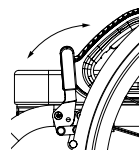

Fig. 3
- Pour les engager, poussez la poignée (fig. 3) vers l'avant du fauteuil roulant (pour les blocages par poussée) ou vers l'arrière (pour les blocages par traction) jusqu'à ce qu'ils soient engagés pleinement et que le fauteuil roulant ne bouge plus.